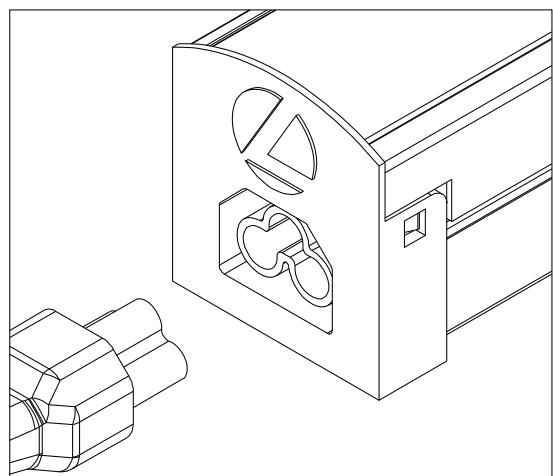

Figure 7
NOTE: The 5' Power Cord should be attached to the end with Standard Port (7) only. **See Fig. 7.**
2. Remove LED Cover Assembly (2) by lifting upward on exposed edges of part. Start in the middle and work outward.
NOTA: El cable de conexión de 5 ft debe estar conectado al extremo con el puerto estándar (7) únicamente. **Vea Fig. 7**
2. Quite la cubierta del canal del alambrado levantándola hacia arriba las orillas expuestas de la pieza. Empiece en el centro y trabaje hacia afuera. **Desenchufe los conectores de cable (4) del montaje de cubierta del led (2) y el conjunto de la carcasa (1).**
NOTA : Le câble d'alimentation de 5 pi doit être connecté uniquement à l'extrémité où se trouve le port standard (7). **Voir la Fig. 7**
2. Enlever le couvercle du passe-fils, le soulever par les extrémités exposées de la pièce. Com mencez au milieu, vers l'extérieur. **Déconnecter les connecteurs de câbles (4) de l'assemblage du couvercle DEL (2) et du boîtier (1).**